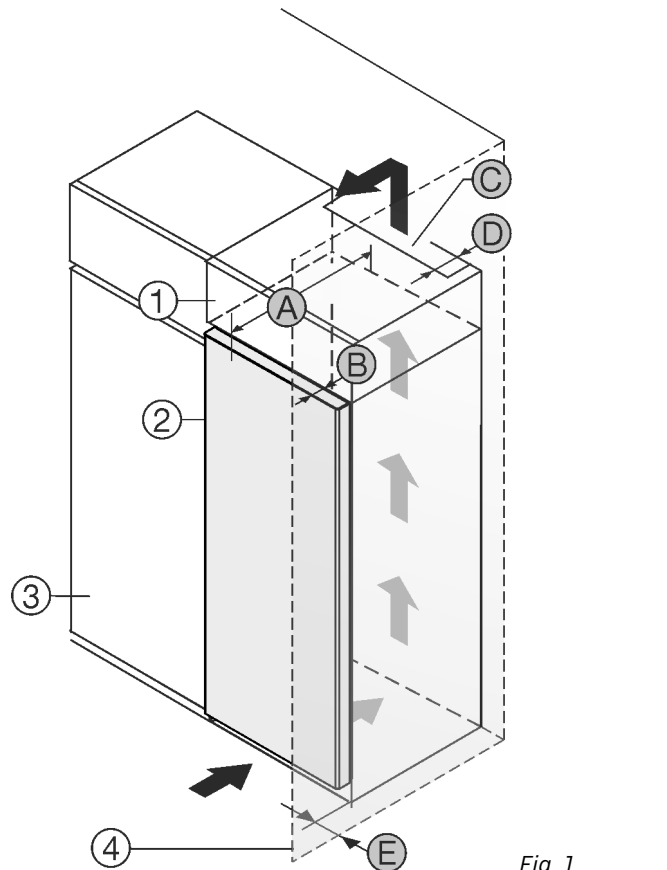

Fig. 1
Gerät direkt neben dem Küchenschrank Fig. 1 (3) aufstellen.
An der Rückseite des Aufschranks muss ein Abluftschacht mit der Tiefe Fig. 1 (D) über die gesamte Aufschranksbreite vorhanden sein.
Unter der Raumdecke muss der Entlüftungsquerschnitt Fig. 1 (C) eingehalten werden.
Wenn das Gerät mit den Scharnieren neben einer Wand Fig. 1 (4) aufgestellt wird, muss der Abstand zwischen Gerät und Wand mindestens 13 mm betragen.
Wenn das Gerät mit den Scharnieren neben einer Wand Fig. 1 (4) aufgestellt wird, muss der Abstand zwischen Gerät und Wand mindestens 20 mm betragen.